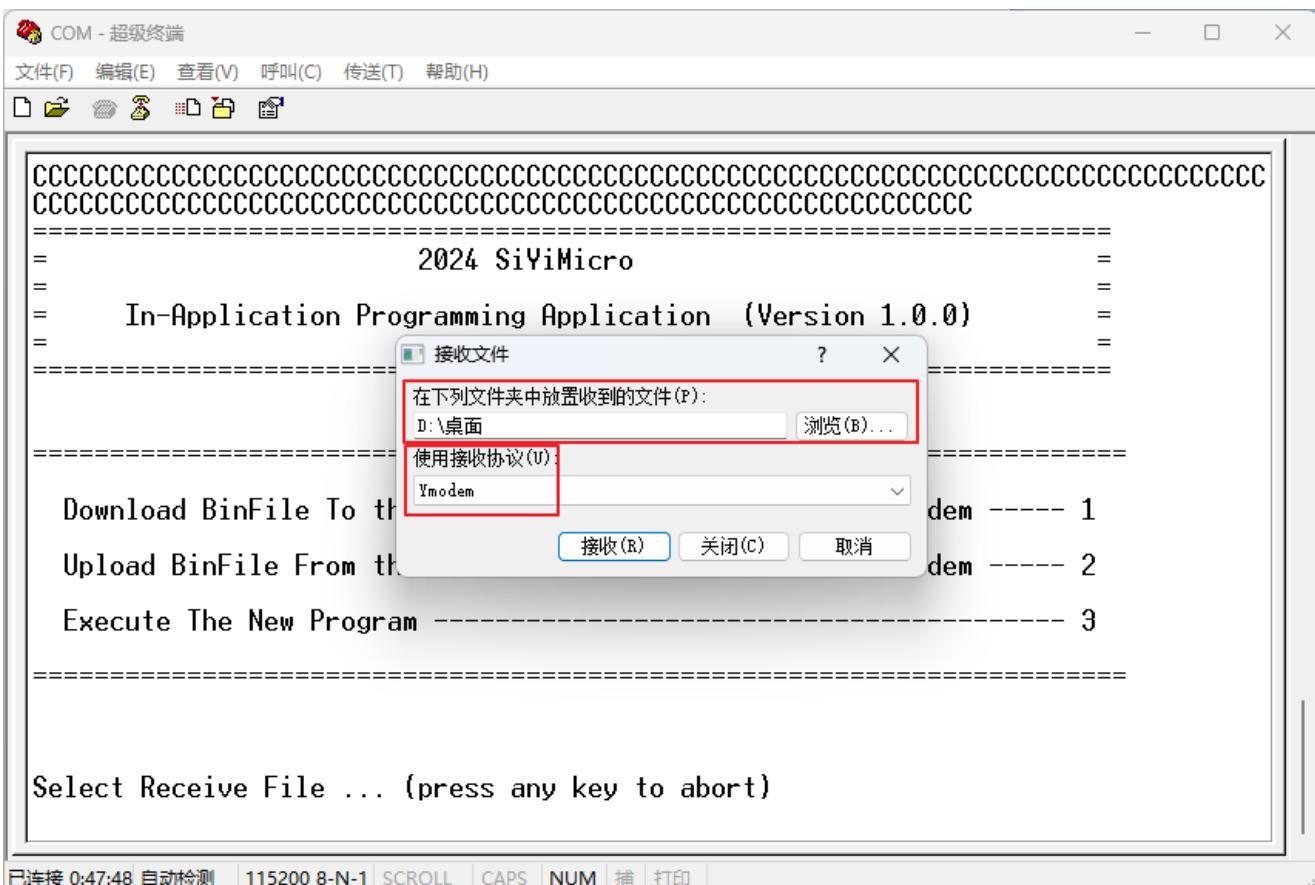

图 6-15 选择接收文件存放位置和接受协议
Step3.选择接收文件的保存位置,接收协议选择“Ymodem”,点击“接收”,如图 6-15 所示;